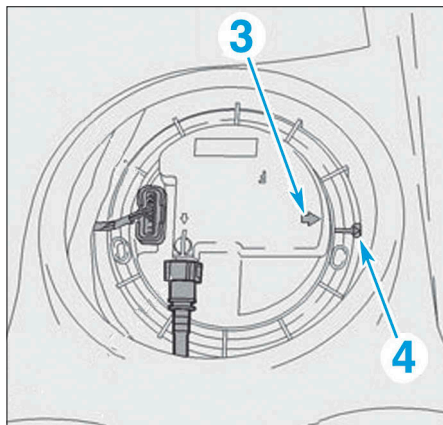

FIG. 23
- Lors du serrage, aligner la flèche (3) située sur l'ensemble pompe-jauge-filtre à carburant avec le repère (4) situé sur la bague-écrou (Fig.23).